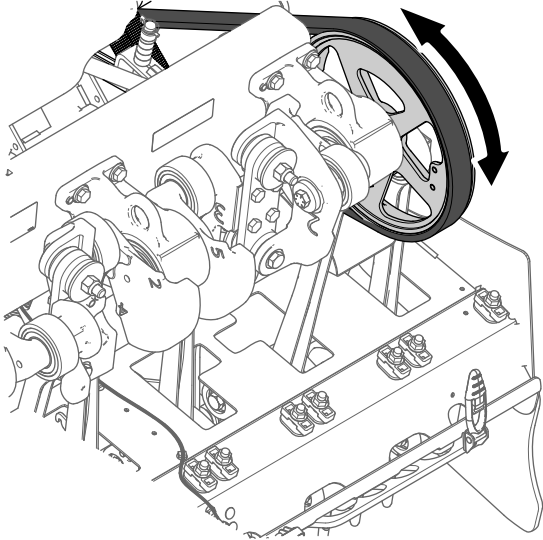
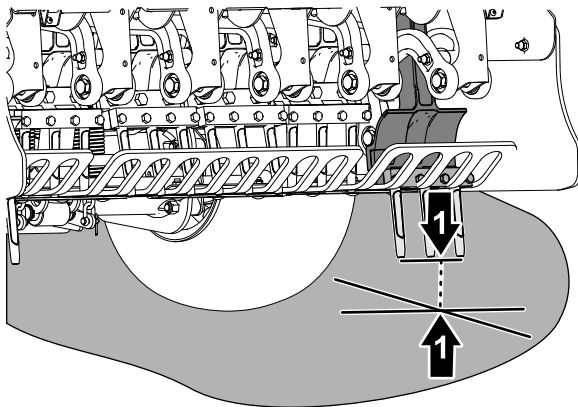

Bild 63
Bild 64
4. Drehen Sie die Riemenscheibe des Aerifizierkopfs (**Bild 63**), bis die äußersten Tines am nächsten zum Boden ausgerichtet sind (**Bild 64**).